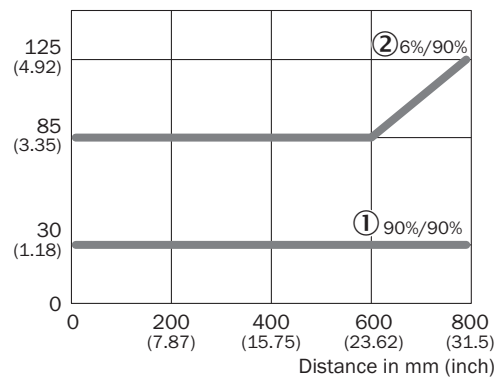

Figura 25: Distância mínima do objeto ao fundo
5. Observe a distância de comutação e distância até o objeto ou plano de fundo, bem como a refletividade do objeto. ver figura 25, página 70